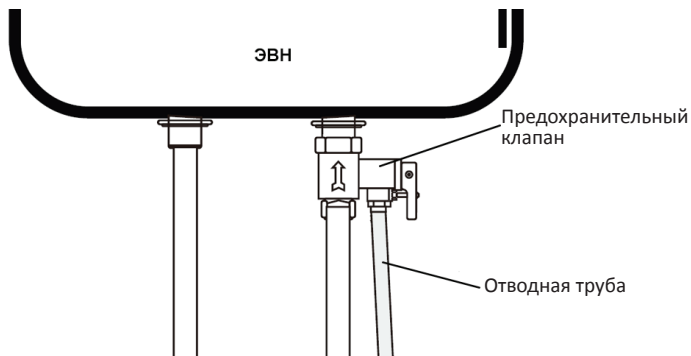

Рис. 8
2. Устройство сброса давления должно быть подключено к ЭВН и установлено на вводе холодной воды. Направление установки должно быть правильным, отверстием сброса давления вниз (см. рис. 8).